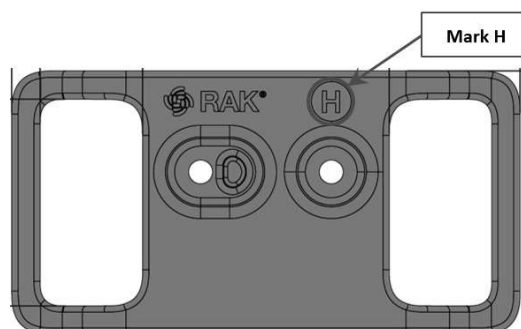

Abbildung 34: Mit dem Buchstaben H gekennzeichnetes Befestigungszubehör
1. Verwenden Sie für die Gürtelschlaufenhalterung zwei (2) Befestigungszubehöerteile mit der Kennzeichnung „H“, wie in **Abbildung 34** dargestellt.